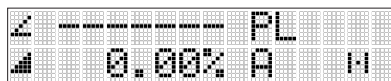

Bild 23 PlaneLok laserdisplay
7.) Lasern börjar söka efter mottagaren. Lasern och mottagarens display visar ett blinkande —PL— under tiden som lasern söker och justerar strålen till lutningens läge (se bild 23). När PlaneLok är klar slutar —PL— att blinka på laser- och mottagarens display.